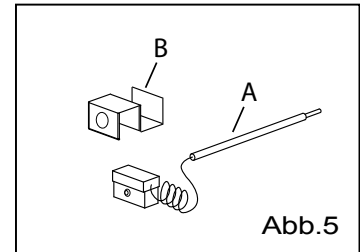

Abb.5
- Die Kugel aus dem Becken herausziehen (Abb. 5/A)
- Den Halter lösen und den Thermostat entfernen (Abb. 5/B)